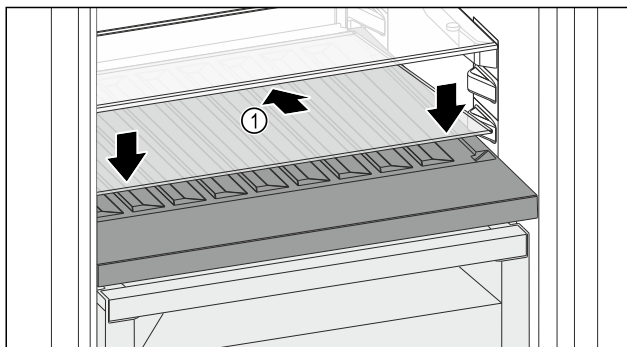

Fig. 124
- Skleněnou desku Fig. 124 (1) zasuňte šikmo a skloněnou dozadu dolů.
- Skleněnou desku Fig. 124 (1) vpředu spusťte dolů.